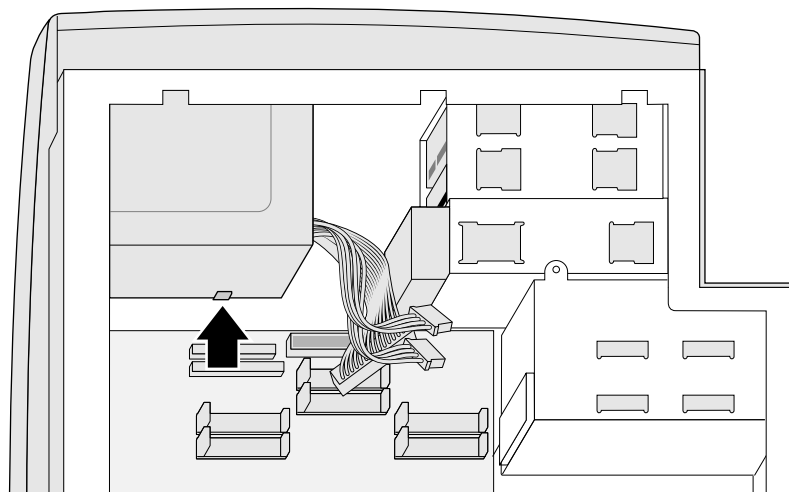

Figure 7-5 Patte du bloc d'alimentation
4. Posez-le sur la patte, comme indiqué à la Figure 7-5.